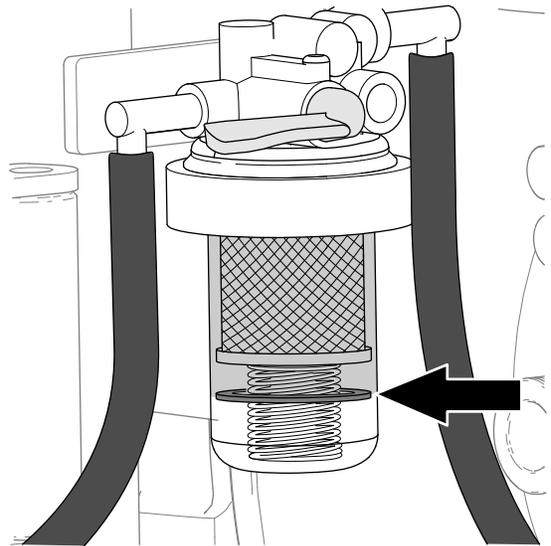

Figure 66
1. Observez l'indicateur d'eau dans la cuvette de filtre à carburant pour déterminer si de l'eau a fait monter le flotteur dans la cuvette (Figure 66).